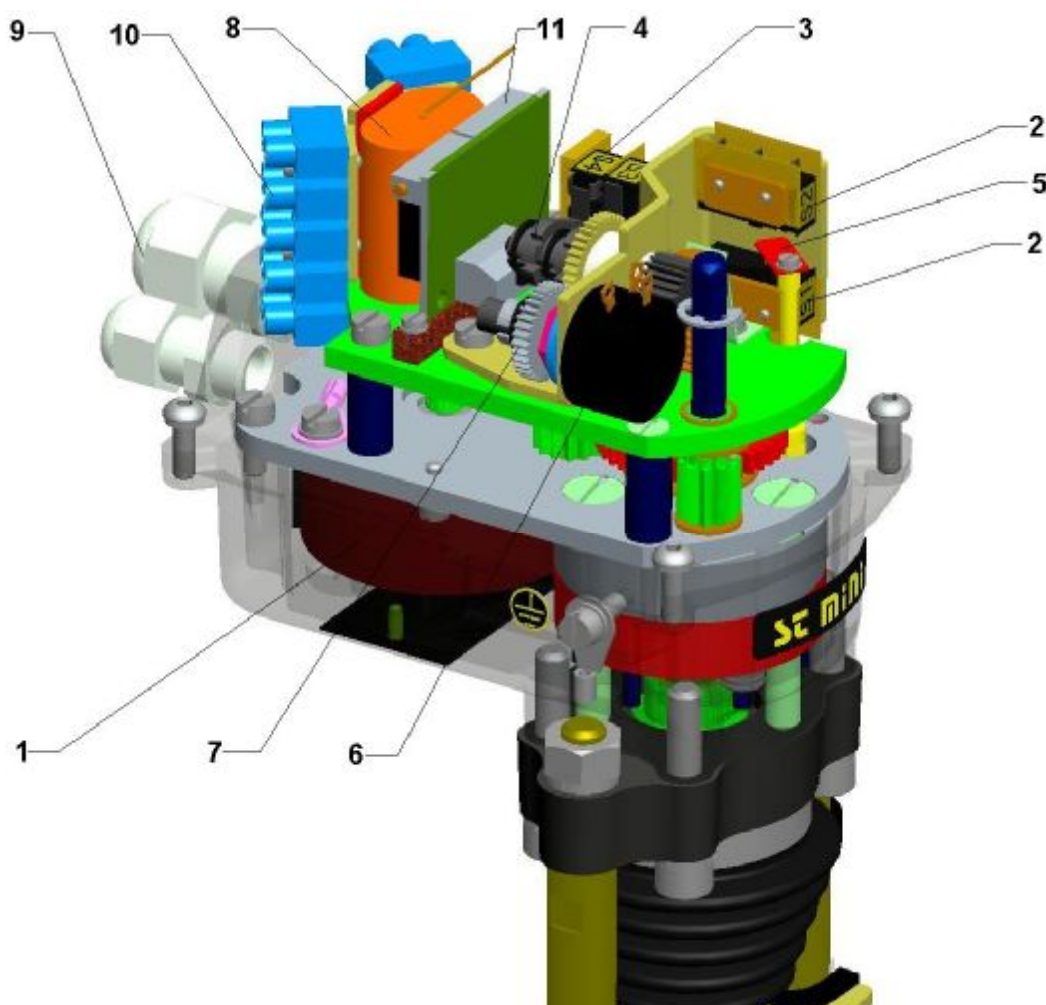

Рис.1
Приводной частью прибора (рис.1) является электродвигатель (1), который питается и управляется двумя силовыми выключателями (2). Силовые выключатели включаются пальцем (5). Выключатели положения (3) включаются движением кулачков (4). В случае выключения электрической энергии или неисправности выключателя прибора может управляться в ручную. Прибор управляется приведением напряжения на соответствующие клеммы прибора. При приведении напряжения на клеммы 1 и 12 двухсилового изготовления (силовые выключатели S1 и S2) или 1 и 20 в случае односилового изготовления (выключатель положения S3 и силовой выключатель S2), выходная часть прибора осуществляет прямолинейное движение в направлении „открыто“. Движение в направлении „закрыто“ осуществляется приводом напряжения на клеммы 1 и 16 или 1 и 24 на основании конкретной схемы включения.